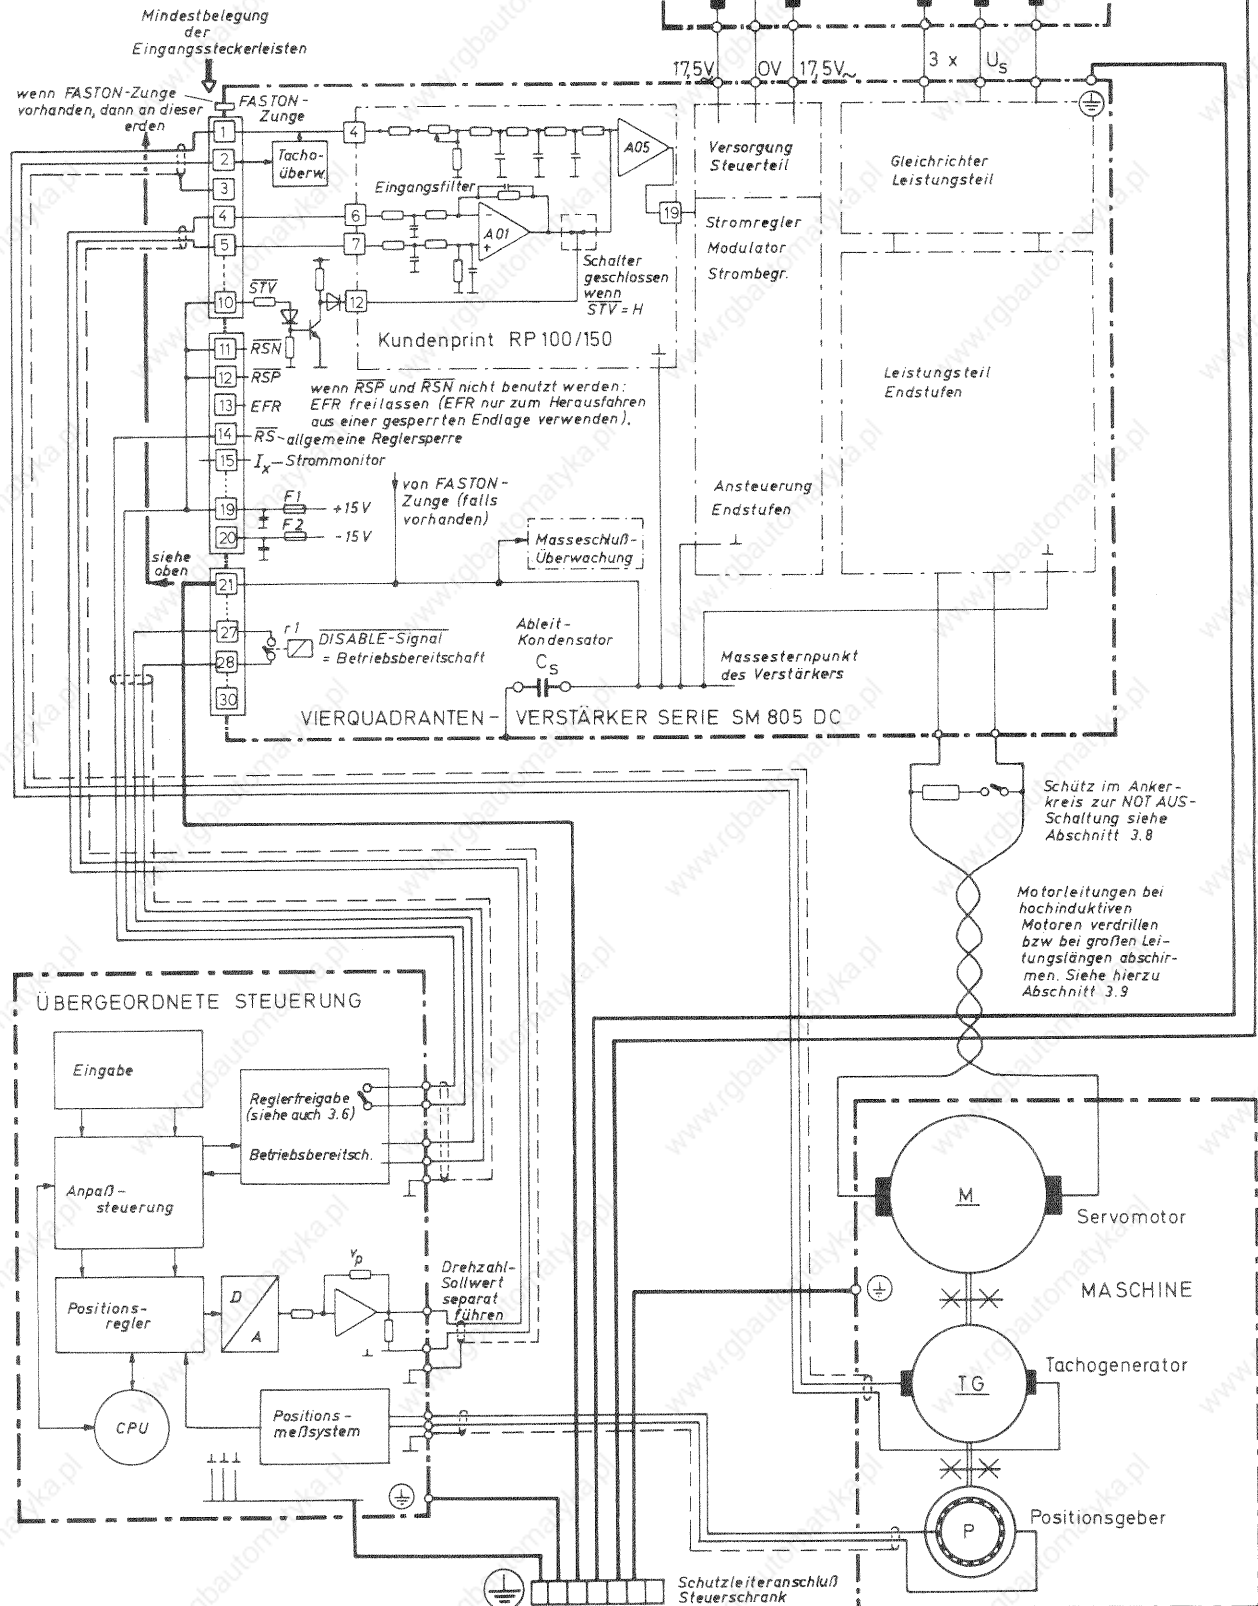

Bild 15 - Anschlußschaltbild -
- Verdrahtungsplan nach Bild 15 beachten
Die in allen getakteten Geräten (z.B. auch in den Netzteilen der NC-Versorgung) entstehenden Störspannungen müssen einwandfrei abgeleitet werden, um den linearen Betrieb des Drehzahlregelverstärkers sicherzustellen. Hierzu ist konsequent das Prinzip der sternförmigen Masseführung einzuhalten. Es ist im Übersichtsschaltbild für den Anschluß des Verstärkers, Bild 15, enthalten. Der Massesternpunkt ist hierbei der Schutzleiteranschlußpunkt des gesamten Steuerschranks.
Der Anschluß des Verstärkers ist nach Bild 15, Bild 8 und Tabelle 3 vorzunehmen. Die Starkstromanschlüsse befinden sich seitlich am Gerät.
Bei sehr hohen Motordrehzahlen und großen Trägheitsmomenten empfiehlt es sich, zusätzlich in den Motorstromkreis Schmelzsicherungen nach Bild 15 einzubauen, um den Ausgangskreis des Verstärkers zu schützen, da im Falle eines Motormassenschlusses bei hoher rückwirkender Energie die Freilaufdioden des Verstärkers gefährdet sind.
Sollwertanschluß: Der Drehzahl-Sollwert ist in einem separaten, zweiadrigen, geschirmten Kabel zu führen. Dies ist unbedingt zu beachten, auch wenn der Steuerungs-Hersteller aus "traditionellen" Gründen ein gemeinsames Kabel für Drehzahl-Sollwert und andere Steuersignale vorschlägt. Nur durch eine getrennte Leitungsführung (s.Bild 15) können Verkoppelungen zwischen Drehzahl-Sollwert und anderen Signalen vermieden werden.
Bei geerdetem Verstärker und geerdeter Steuerung darf zwischen den beiden Einheiten keine zusätzliche Masseverbindung bestehen. Eine zusätzliche Hilfsspannung (z.B. 24V) soll ebenfalls am Masse-Sternpunkt geerdet werden. Abschirmungen müssen nach Bild 15 angeschlossen werden.